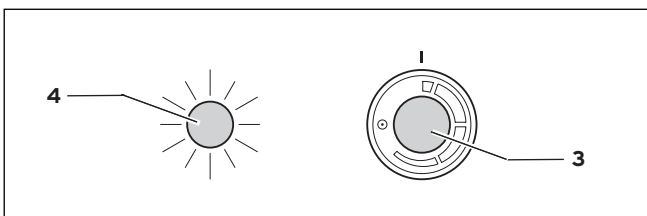

Afb. 3.2 Temperatuurkeuzeknop
- Let er op dat het toestel uitgeschakeld is (temperatuurkeuzeknop (3) in "0"-stand).
- Verwijder het toesteldekse (1). Druk daarvoor het voorste greepprofiel naar boven tot het deksel loskomt. Til vervolgens het achterste gedeelte van het toesteldekse op.
- Zet de temperatuurkeuzeknop op "warm" (zie pagina 4 Afb. 3.2), en schakel het toestel in.
- Vul het toestel met water, tot het uit de overloopbuis (7) stroomt.
- Draai daarna de vulkraan (9) open. Laat voor het doorspoelen van het toestel het water 5 minuten uit de overloopbuis stromen.
- Het toestel leegmaken via de warmwaterkraan (8).